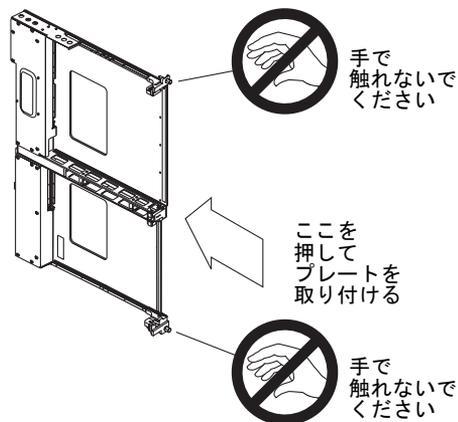

図 10-1 システムキャリアプレート
1. キャリアプレートの底部を支え、キャリアプレートが斜めにならないようにカードガイドの上部に合わせながらカードガイドの下部に挿入します (図 10-1)。
抵抗を感じる場合は、爪とスロットの位置が適切かどうかを確認してください (図 10-1)。
Sun Fire E25K/E20K システムには、各種のキャリアプレートを収容できます。システムコントロールキャリアプレートのパーツ番号は 540-3993 です。システムボードキャリアプレートは、システム内の位置によって異なり、パーツ番号は 541-0119、541-0120、および 541-0121 です。配置場所については、図 10-1 を参照してください。また、スロット 4、5、13、14 には、エアダム付きのキャリアプレート (パーツ番号 540-5736) もあります。